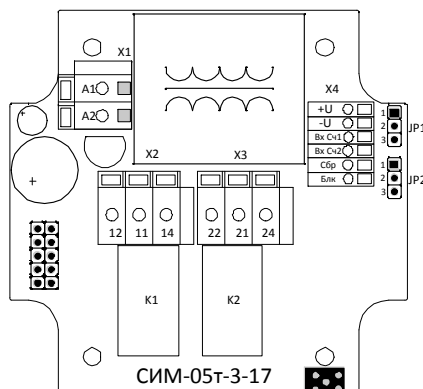
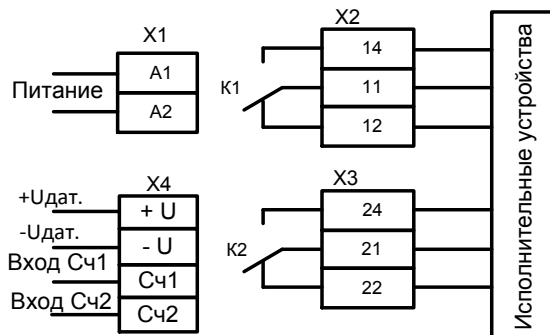

Рис. 2
Рис. 3
Аппаратное согласование входов счётчика к типу выхода датчика осуществляется с помощью перемычки, установленной между контактами джампера (JP). Джампер расположен на плате питания счётчика (см. рис. 2).
Схема подключения счётчика представлена на рис. 3. Для подключения счётчика необходимо снять крышку, отвинтив четыре винта, расположенных на лицевой панели счётчика. Пропустить провода через гермовыводы и подключить к клеммам, расположенным на плате питания рис. 3. Для подключения проводов необходимо использовать отвёртку. При подключении или отключении провода необходимо снять ответную часть клеммы, отвёрткой раскрутить зажимы, подключить провода и установить клемму на место. Максимальное сечение провода 2.5мм². Клеммы «+U» и «-U» разъёма X4 предназначены для подключения цепей питания датчиков. Рекомендуемая ширина зачистки изоляции проводов - 7мм. Обозначение разъёмов в соответствии со схемой подключения приведено на рис. 2.